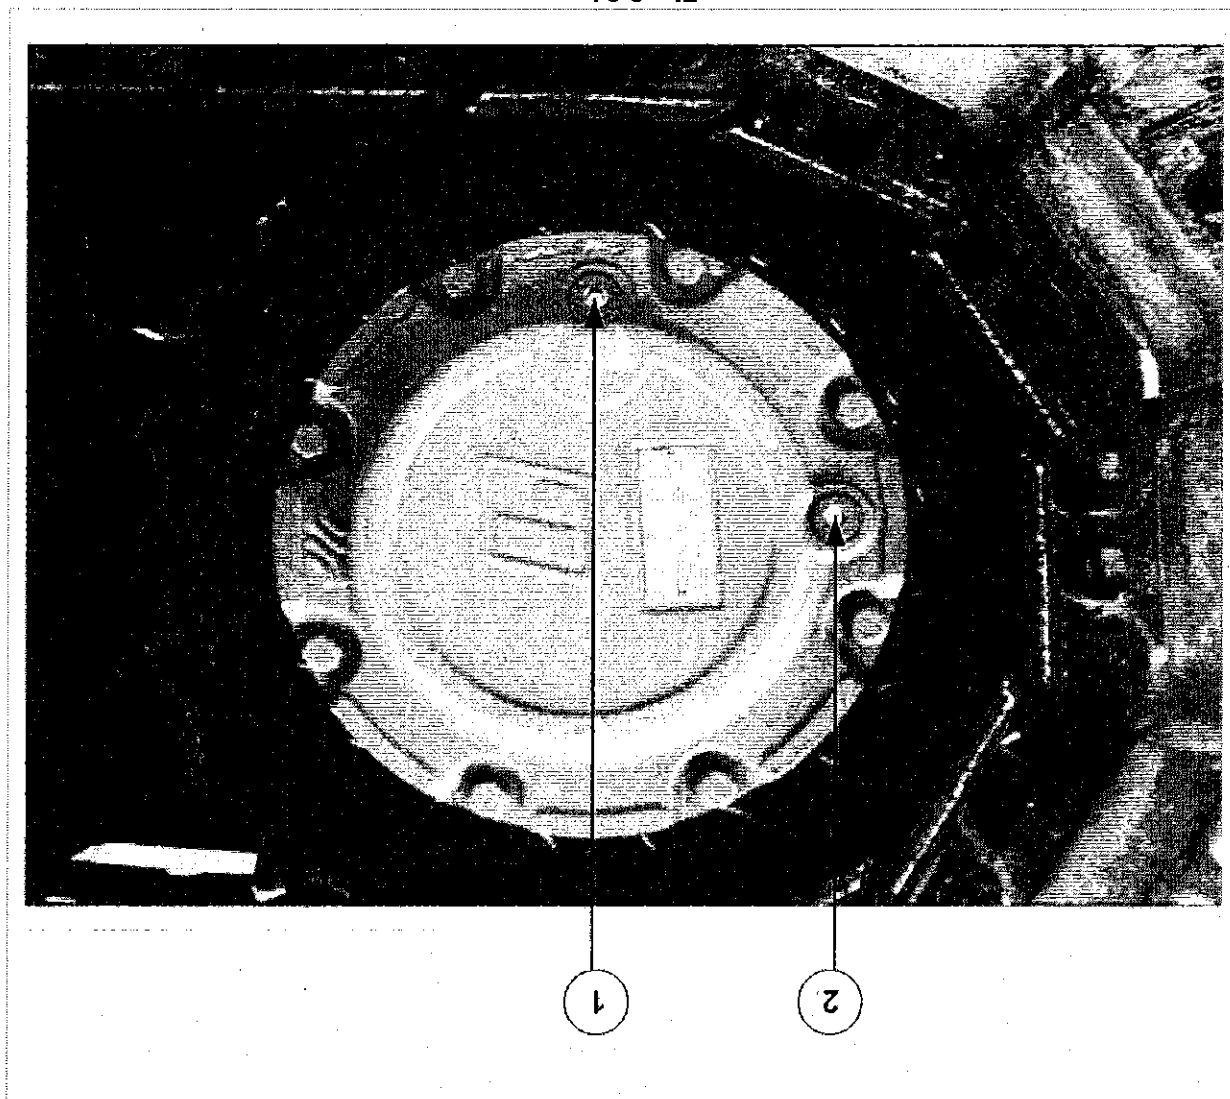

Fig. 8-34
Per la sostituzione dell'olio portare il tappo (1) in basso svitare i tappi (1) e (2) e fare defluire tutto l'olio. Per il riempimento comportarsi come al punto 1 (vedi fig. 8-34).